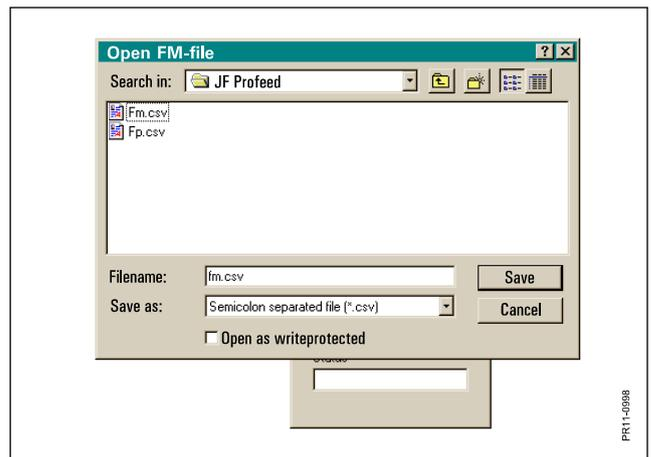

Fig. 7.11
**Fig. 7.11** Seleccione esta opción para transferir datos del PC al Terminal Portátil. Primero seleccione el archivo de ingrediente (fm.csv) y después el archivo de plan alimenticio (fp.csv)